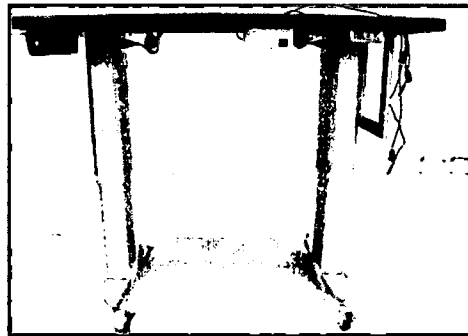

Figura 5.6 Montaje final de la mesa y elevador
9. Enchufe la fuente de alimentación a un tomacorriente de pared y pruebe el funcionamiento, si la mesa se eleva / desciende y si el interruptor de alimentación de la lámpara de hendidura se ilumina cuando se enciende (consulte la figura 5.6)